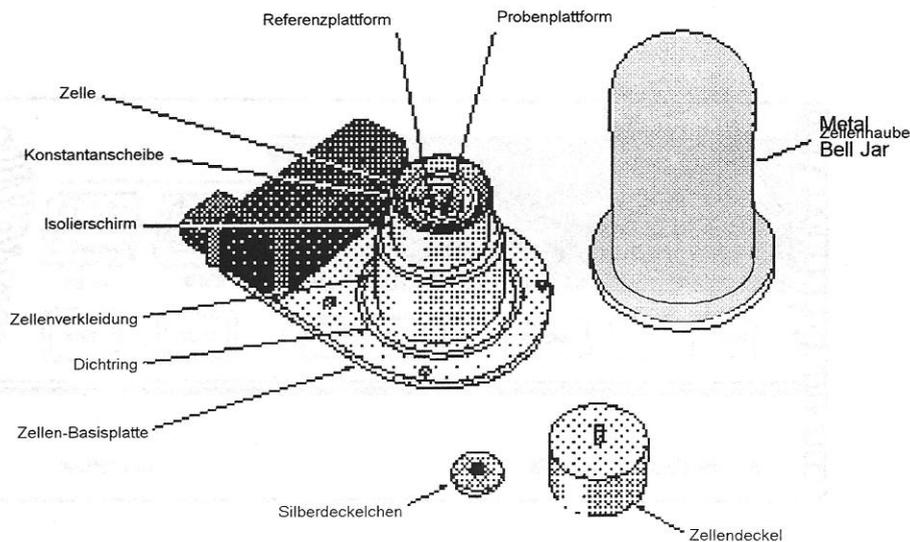

Abbildung 1.9 — Standard-DDK-Zelle
2. Nehmen Sie die metallene Zellenhaube (s. Abbildung 1.9) von der zu installierenden Zelle ab.